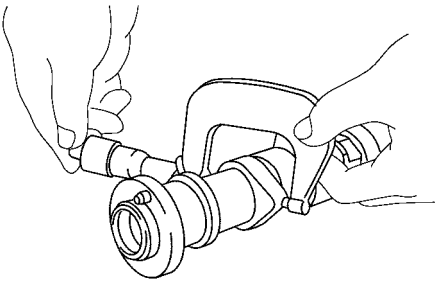

图 1-49 用千分尺测量凸轮凸起高度
2) 使用千分尺测量凸轮凸起部的高度，如图 1-49 所示。